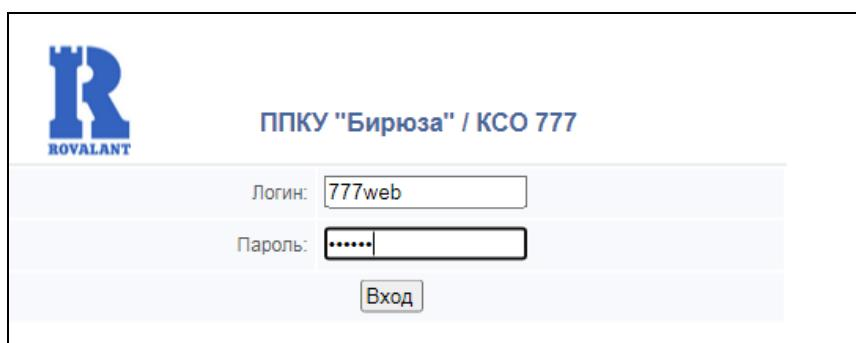

Рисунок 16. Окно авторизации веб-сервера «Бирюза-М» (исп.Ethernet)
2) На ПЭВМ запустить интернет-браузер (Internet Explorer, Mozilla Firefox, Opera или др.), в интернет-браузере должна быть включена поддержка JavaScript. Ввести в адресной строке браузера IP-адрес прибора (по умолчанию 192.168.0.11). После установления соединения со встроенным веб-сервером прибора в браузере появится окно авторизации (рисунок 16).